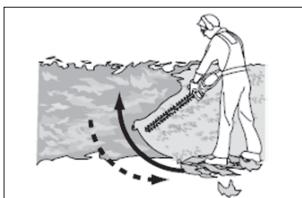
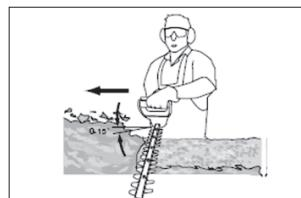

Fig. 1
Fig.2
2. Segure sempre o produto firmemente com as duas mãos na alça frontal (1) e na traseira (4). Nunca opere este produto usando apenas uma mão.
4. Primeiro corte os dois lados, da parte inferior cortando para cima e para cima. Isso impedirá que qualquer um dos cortes caia no caminho da área a ser cortada (Fig. 1).
5. Depois de cortar os lados, vá para o topo. Tente manter o dispositivo de corte em ângulo de aproximadamente 15° em relação à superfície de corte (fig. 2).Fig. 1 Fig.2
8. Depois de cortar os lados, vá para o topo. Tente manter o dispositivo de corte em ângulo de aproximadamente 15° em relação à superfície de corte (fig. 2).